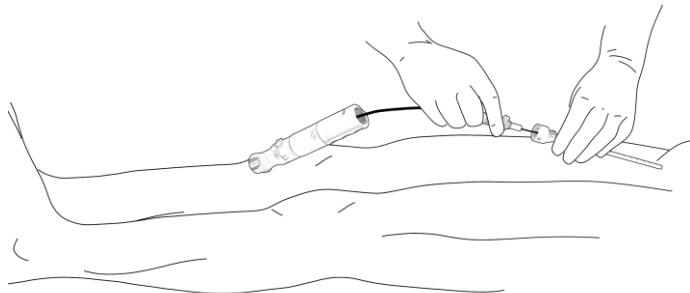

Figura 8. Avance el dispositivo de cierre PerQseal® a la vaina introductora.
- b. Avance la cánula de carga sobre el alambre guía hacia el conector de la vaina introductora, figura 8. Si experimenta dificultad, asegúrese de que el alambre guía no se haya doblado y que no presente coágulos de sangre ni trombos.